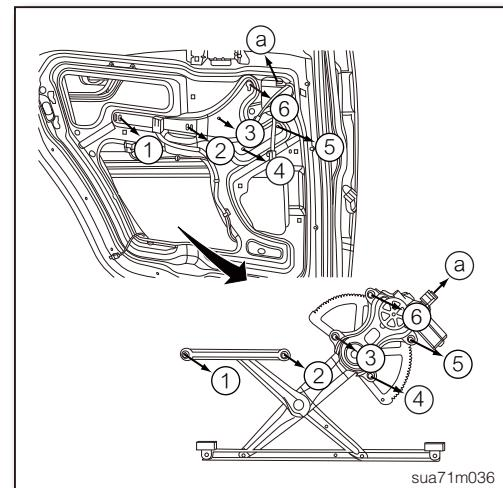

图20
7. 拆开后车门玻璃调整器总成的线束接头③(如图20)。
8. 拆下后车门玻璃调整器总成固定螺栓①~⑥(如图20)，然后取出后车门玻璃调整器总成。